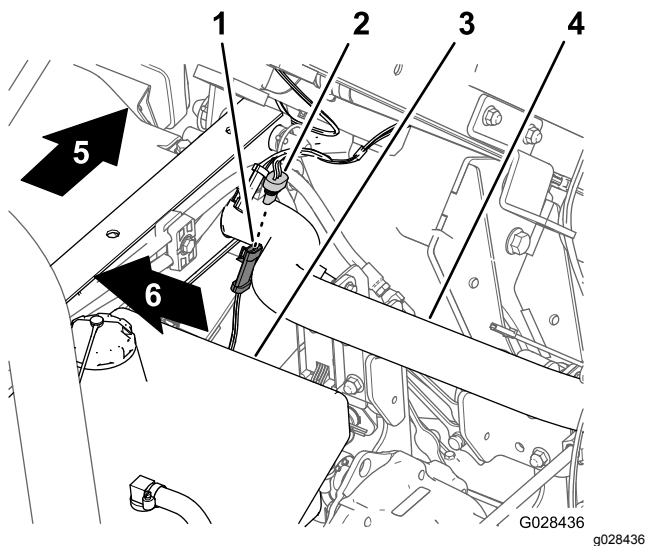

Bild 17
1. Suchen Sie am Kabelbaum des Sprühfahrzeugs den 3-Buchsenstecker für den Geschwindigkeitssensor-Schaltkreis (Bild 17).
2. Stecken Sie den 3-Stiftstecker des Kabelbaums der Maschine für den Geschwindigkeitssensor in den 3-Buchsenstecker des Sprühfahrzeug-Kabelbaums für den Geschwindigkeitssensor (Bild 17).